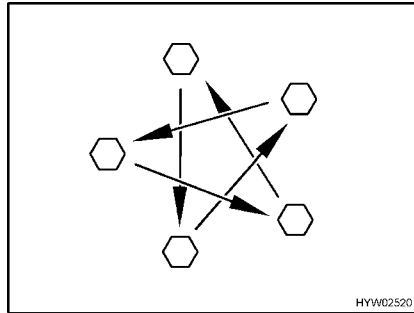

Fig. 298 Serrer en croix les écrous ou les boulons de roue
- Vérifier régulièrement le serrage des écrous ou des boulons de roues. Resserrer tous les écrous ou les boulons de roue 50 km après le changement d'une roue (Fig. 298). Pour les couples de serrage, voir paragraphe 14.5.2.
- Si des jantes neuves ou repeintes sont utilisées, alors resserrer les écrous ou les boulons de roue une fois de plus après env. 1 000 à 5000 km (Fig. 298).
- ▷ Serrer en croix les écrous ou les boulons de roue (Fig. 298).